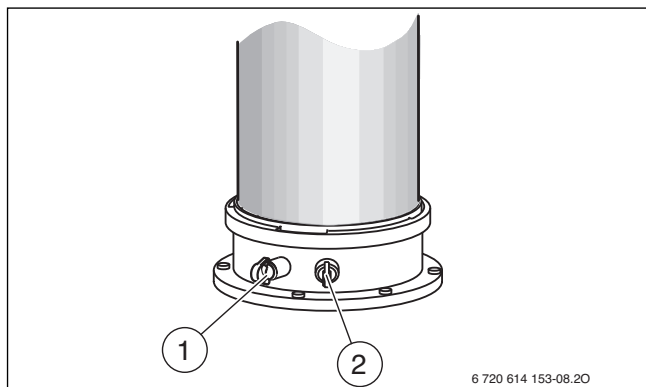

Fig. 43 Røggasmålestuds og forbrændingsluft-målestuds
- ▶ Fjern proppen på forbrændingsluft-målestuds [2] (→ fig. 43).
- ▶ Fjern proppen på røggasmålestuds [1] (→ fig. 43).